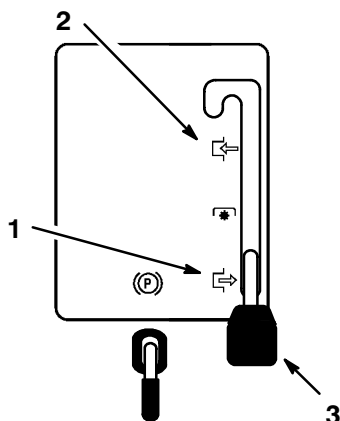

Abbildung 4
2. Den Mähwerkbetätigungshebel auf "EINGEKUPPELTE" Position stellen (Abb. 4).
2. Den Mähwerkbetätigungshebel auf "AUSGEKUPPELTE" Position stellen (Abb. 4).